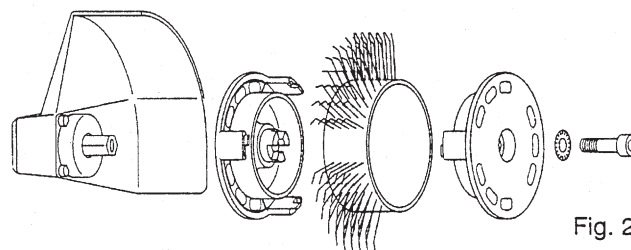

Fig. 2
4. Montare la cinghia abrasiva sull'utensile correttamente, usando l'adattatore e la vite specifica, scollegando il sistema di erogazione dell'aria. Vedere la Fig. 2. Assicurarsi che la